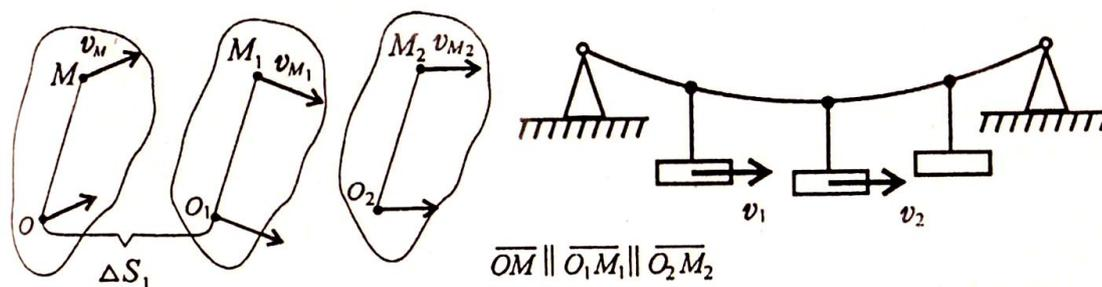

Рисунок 1.10 Поступательное движение
*Поступательным* называют такое движение твердого тела, при котором всякая прямая линия на теле при движении остается параллельной своему начальному положению (рисунок 1.10).